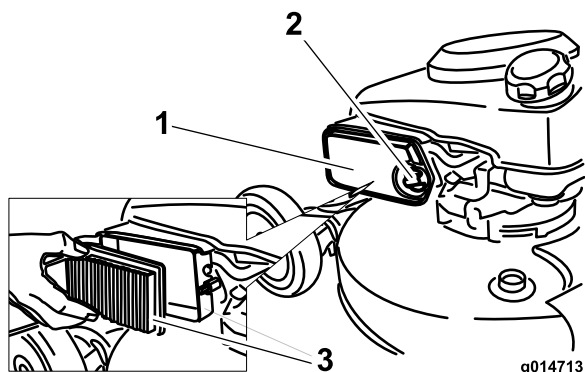

Figure 40
1. Ouvrez le couvercle du filtre à air avec un tournevis (Figure 40)
2. Remplacez le filtre à air (Figure 40).